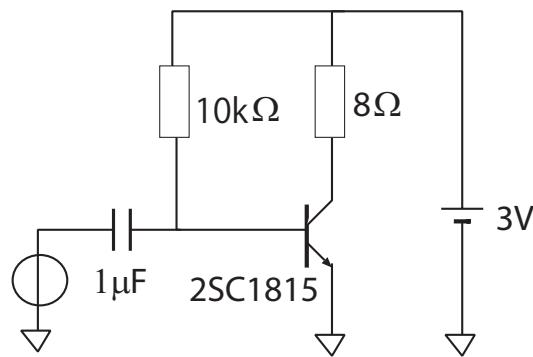

図 6.11: 例題
2. 図 6.11 の回路で交流を入力して各部分の波形を確認しよう。